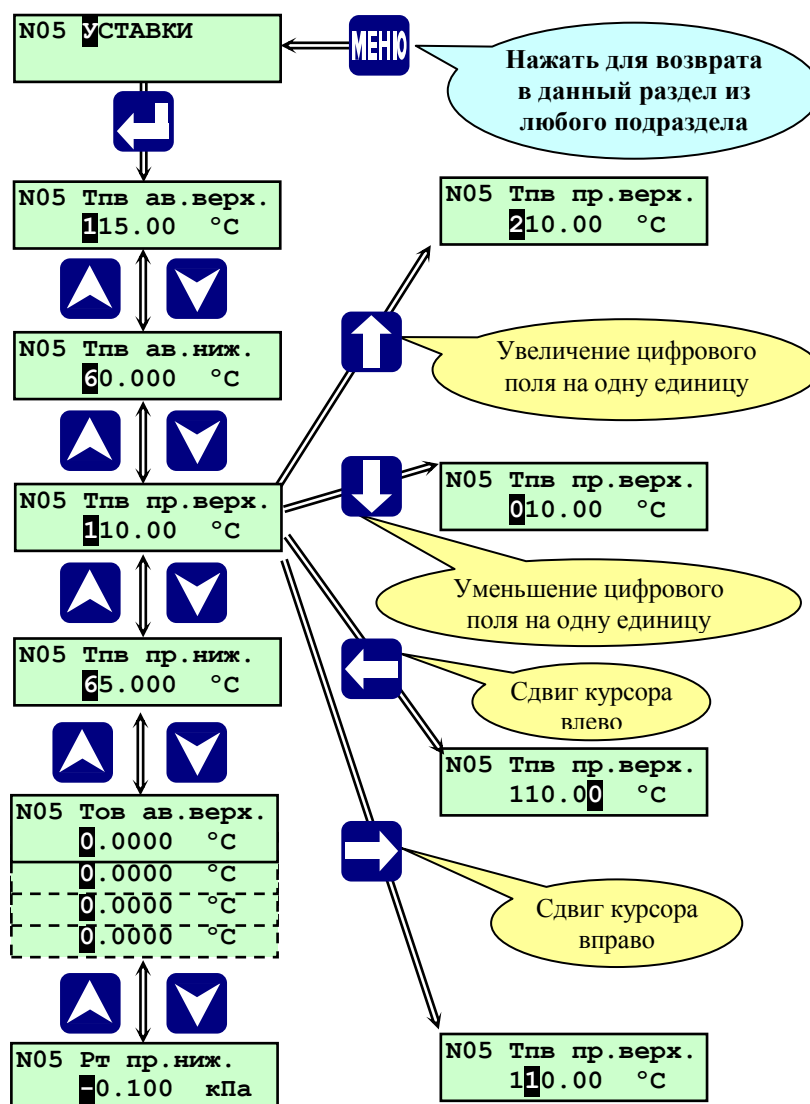

Рисунок 6.6.3.1 - Раздел основного меню наладчика «Уставки»
Для задания уставок (см. рисунок 6.6.3.1) необходимо:
- нажать . На табло отобразится верхняя аварийная уставка первого из параметров, например: «Тпв ав.верх» с заданным ранее значением, в данном случае (см. рисунок 6.6.3.1) «115.00 °С», ввести необходимое значение;